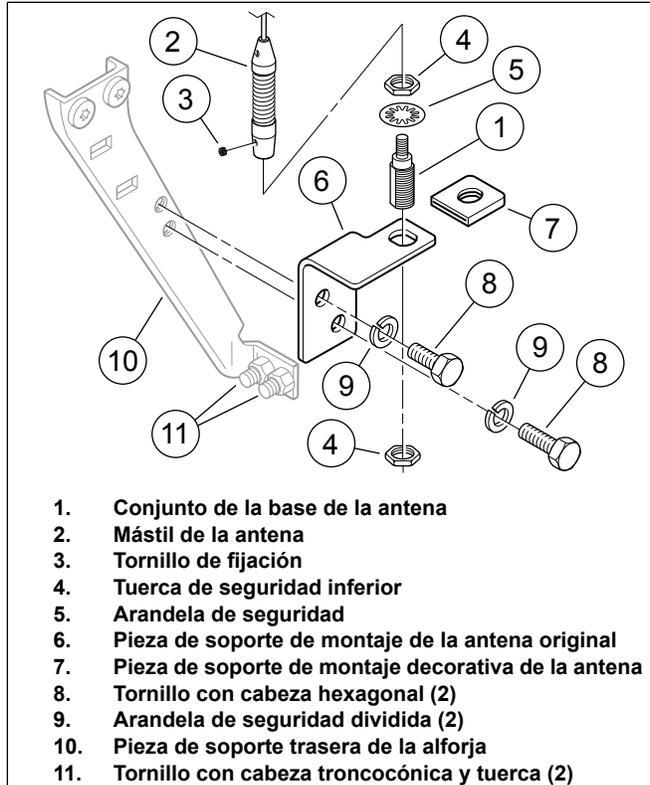
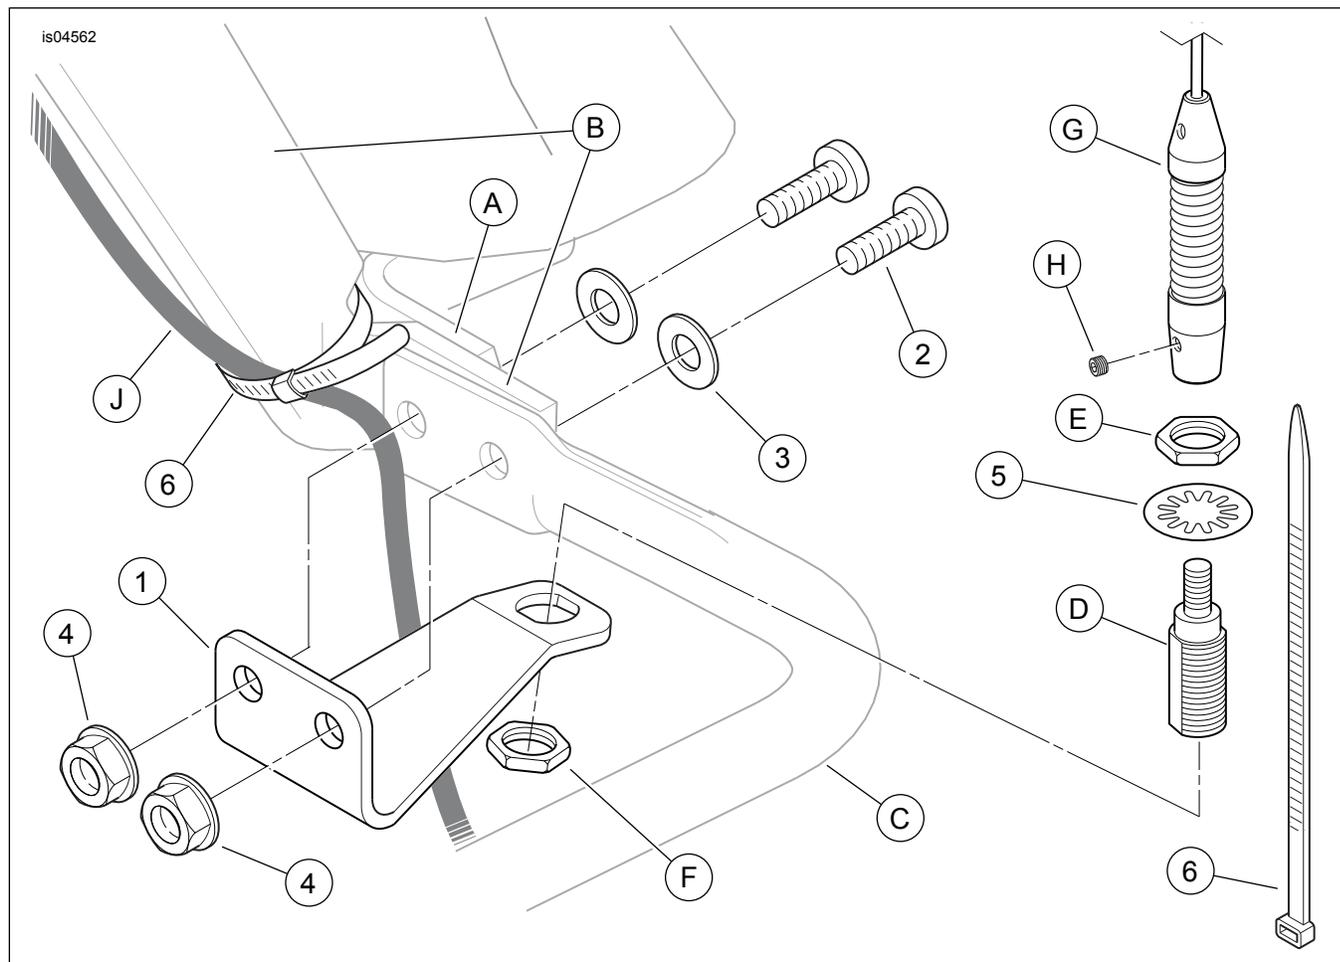

Figura 1. Montaje de la antena original
Figura 2. Piezas de servicio: kit de reubicación de la antena
Vea la Figura 2 y la Tabla 1.
2. Vea la Figura 1. Desconecte el cable de la antena del conjunto de la base de la antena (1).
3. Use una llave hexagonal de 2 mm para aflojar el tornillo de fijación inferior (3) del mástil de la antena (2). Desenrosque el mástil de la base de la antena y póngalo a un lado para volver a instalarlo.
4. Quite la tuerca de seguridad inferior (4) y quite la base de la antena de la pieza de soporte de montaje (6). Guarde ambas tuercas de seguridad, pero deseche la arandela de seguridad (5).
5. Extraiga los dos tornillos (8) y las arandelas de seguridad (9) que sujetan la pieza de soporte de montaje de la antena y la decoración (7) a la pieza de soporte trasera de la alforja (10). Deseche la pieza de soporte, la decoración y los sujetadores.
7. Sostenga el silenciador del lado izquierdo en la posición instalada con un bloque de madera u otro método apropiado. Extraiga y deseche los dos tornillos con cabeza troncocónica y las tuercas (11) que sujetan la barra de soporte inferior de la alforja a la pieza de soporte trasera de la alforja.
8. Vea la Figura 2. Obtenga la pieza de soporte **nueva** de la antena (1), los dos tornillos con cabeza de botón (2), las arandelas planas (3) y las tuercas de reborde (4) del kit. Arme una arandela plana en la rosca de cada tornillo.
9. Coloque la pieza de soporte de la antena como se muestra en el lado delantero de la barra de soporte inferior de la alforja (C). Desde la parte trasera, inserte la rosca de un tornillo a través de la alforja a la pieza de soporte del guardabarros (A) y el agujero interior en la pieza de soporte trasera de la alforja (B) y la barra de soporte de la alforja. Inserte el tornillo restante a través del agujero exterior en la pieza de soporte y la barra.
11. Coloque la arandela de seguridad con dientes internos (5) del kit en la rosca más grande de la base de la antena ([D], que se quitó anteriormente), debajo de la tuerca hexagonal (E) e inserte la base de la antena a través del agujero en la pieza de soporte de montaje de la antena.
12. Instale la segunda tuerca hexagonal (F) en la rosca de la base de la antena. Coloque una llave en la tuerca superior y apriete la tuerca inferior a 8 N·m (6 ft-lbs).